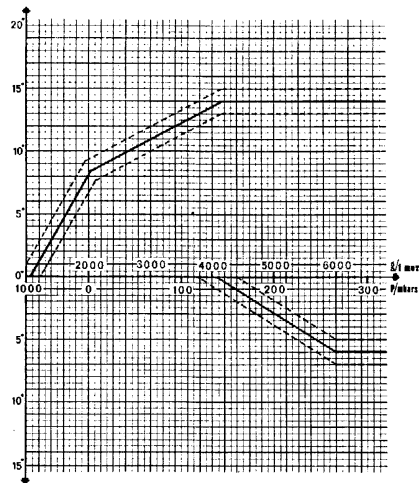

Fig. 46
**ANTICIPO AUTOMATICO DISTRIBUTOR E D'ACCENSIONE (Fig. 46)**
**AVANCE AUTOMATIQUE DISTRIBUTEUR D'ALLUMAGE (Fig. 46)**
**AUTOMATIC SPARK ADVANCE (Fig. 46)**
**AUTOMATISCHE FRÜHZÜNDUNG AM VERTEILER (Abb. 46)**